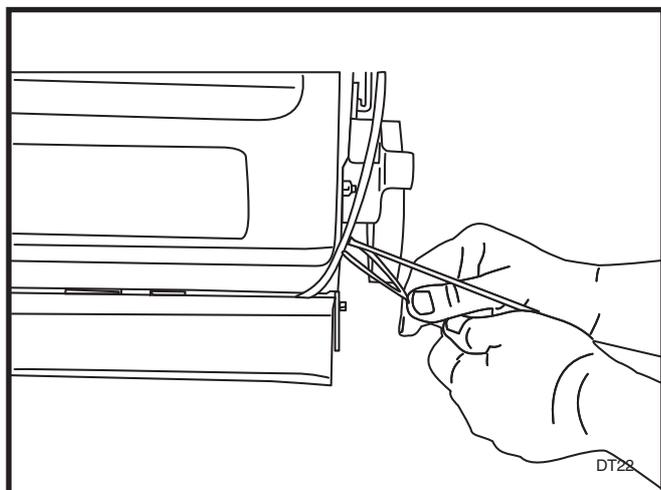

FIGURA 4
11. Fissare il cavo al telaio con due (2) fili. Vedere Figura 4.